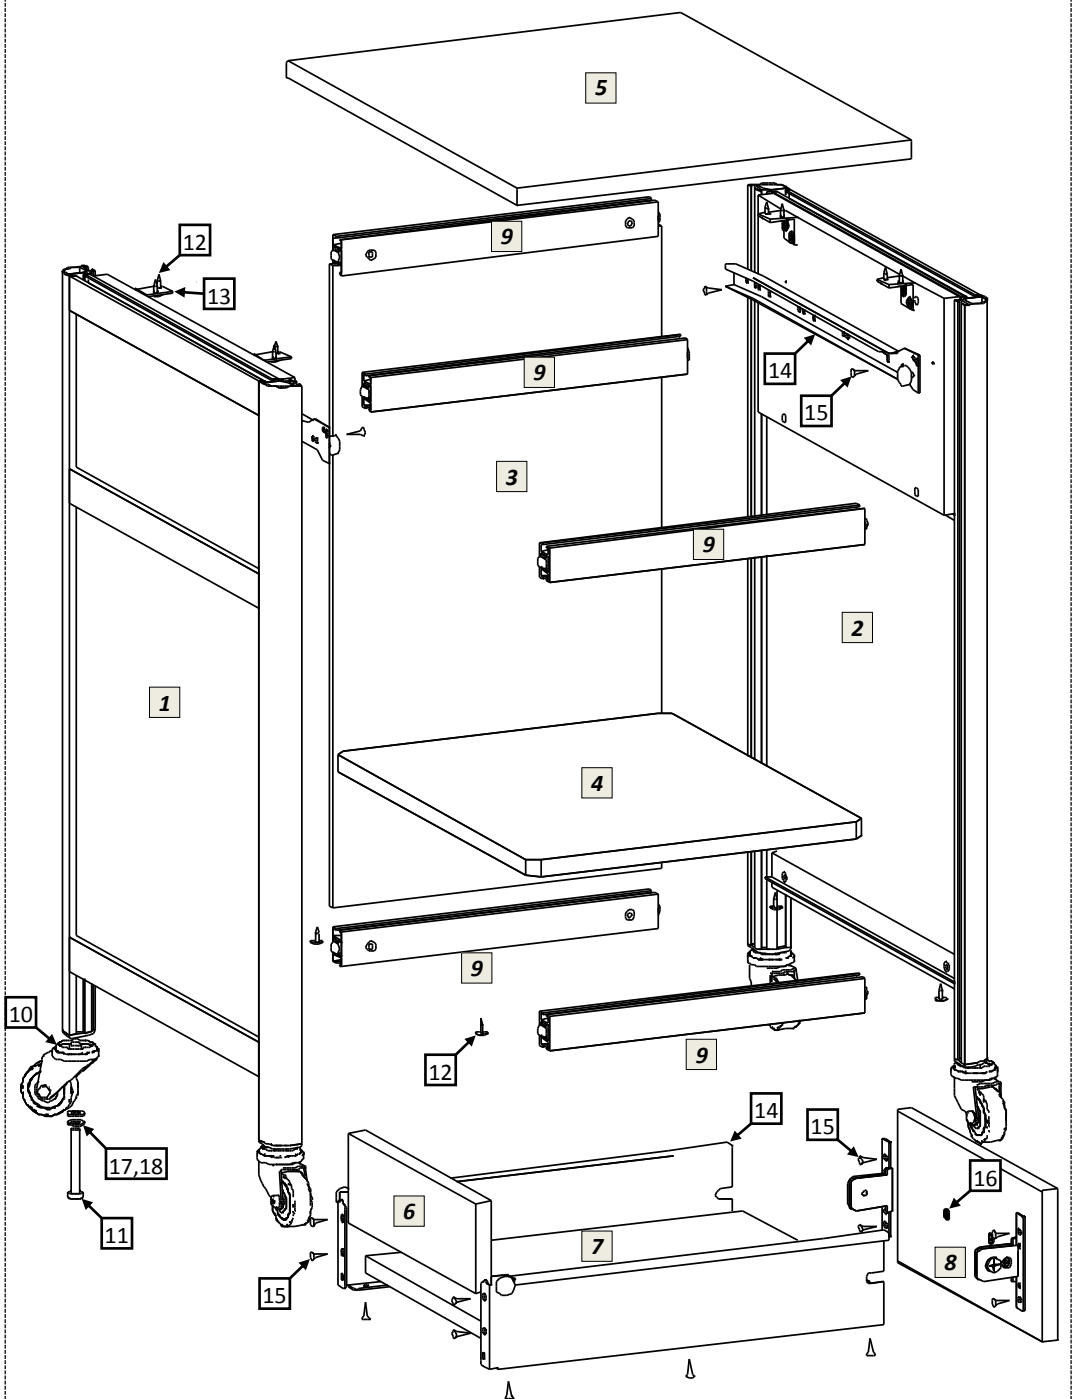

рис.1
- 5.1 Распаковав тумбу, внимательно ознакомьтесь со схемой сборки, изображённой на рис.1. Согласно позициям на схеме и комплектовочной ведомости определите расположение деталей в изделии и порядок их сборки. Сборка производится на ровном полу, укрытом материалом, предотвращающим повреждение покрытия пола и деталей мебели. Подготовьте необходимые для сборки инструменты – плоскую и крестовую отвёртки, молоток, рулетку или линейку, гаечный ключ 13мм для установки колёсных опор, шуруповёрт.
- 5.4 Сборка выдвигающего ящика. Схема сборки ящика показана на рис.1. Шурупами 4x16 соедините заднюю стенку, днище ящика и его фасад с металлическими боковинами направляющего механизма. На фасад ящика установите ручку.